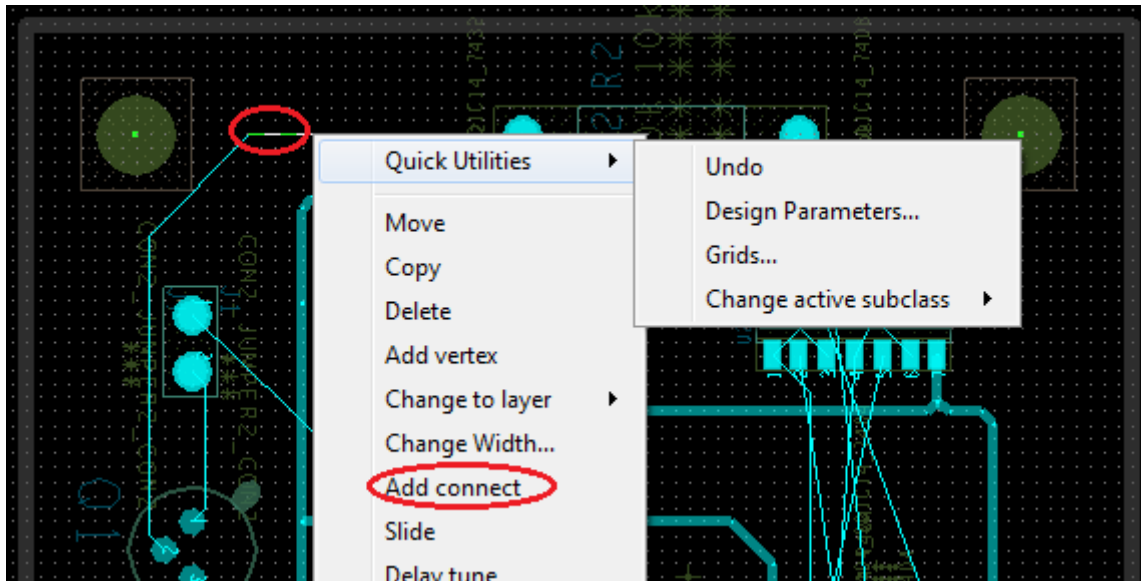

Рис. 21.46. Выбор цепи для разводки
3. Выберите Connect из меню Route или выделите цепь, нажмите правую кнопку мыши и выберите Add connect (рис. 21.46).